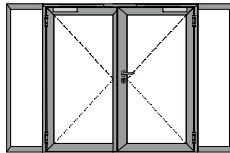

Bild 3
- Bild 3: 2flg. Tür mit Seitenteile